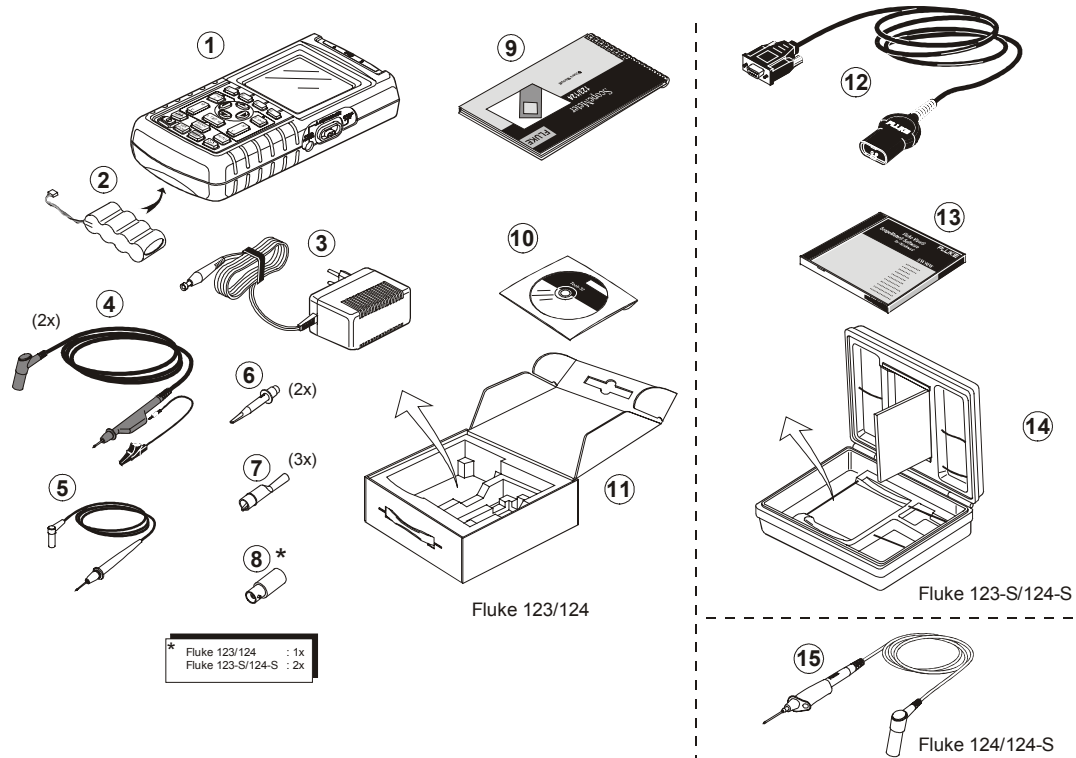

Figura 1. Kit dello Strumento di Diagnostica
Le seguenti parti sono contenute nel vostro “kit” di strumento diagnostico (vedere Figura 1):
- Non collegare il filo di massa (Figura 1, voce 5) a tensioni superiori ad un picco di 42 V (30 Vrms) rispetto alla massa.